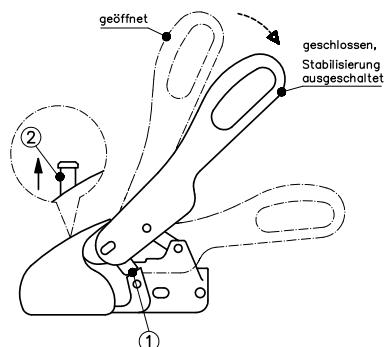

Bild 4: Ankuppeln
Zum Rangieren des Anhängers nehmen Sie bitte die am Anhänger angebrachten Haltegriffe anstatt den Bedienungshebel der WS 3000/WS 3500. Die geöffnete Zugkugelkupplung wird auf die Kupplungskugel des Zugfahrzeugs gesetzt. (Bild 4) Durch die Stützlast und eine evtl. zusätzliche Belastung der Deichsel schließt die Zugkugelkupplung automatisch, und die seitlichen Sicherungslaschen (1) stehen parallel gegenüber der Sicherungsflächen am Gehäuse. (Bild 4) Befindet sich die Kupplungskugel im Kupplungsgehäuse, ist der grüne Stift der Kontrollanzeige (2) sichtbar. (Bild 4)
Bei längerem Nichtgebrauch sollte der Anhänger mit geschlossener Zugkugelkupplung abgestellt werden, hierzu den geöffneten Bedienungshebel (Bild 4) anheben, gleichzeitig die Kugelfanne (bewegliches Element - Bild 9) nach vorne ziehen oder den SAFETY BALL in den Kugelraum drücken und den Bedienungshebel langsam schließen.